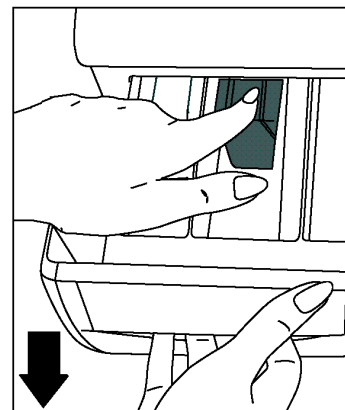

Fig 15
- Ouvrez le tiroir jusqu'à son extrémité et continuez à tirer en appuyant sur le couvercle du siphon puis retirez le tiroir (fig. 15)